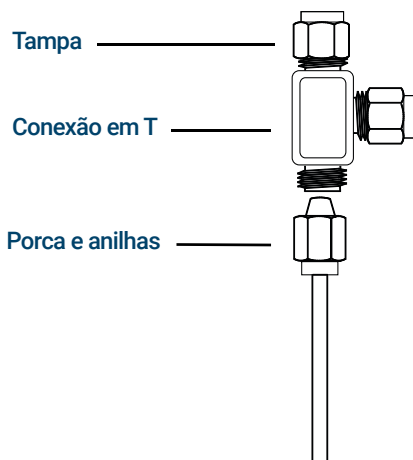

Figura 58. T Swagelok
- 1 Corte a tubulação onde quiser instalar o T. Conecte a tubulação e o T com uma conexão Swagelok. Consulte **Figura 58**.